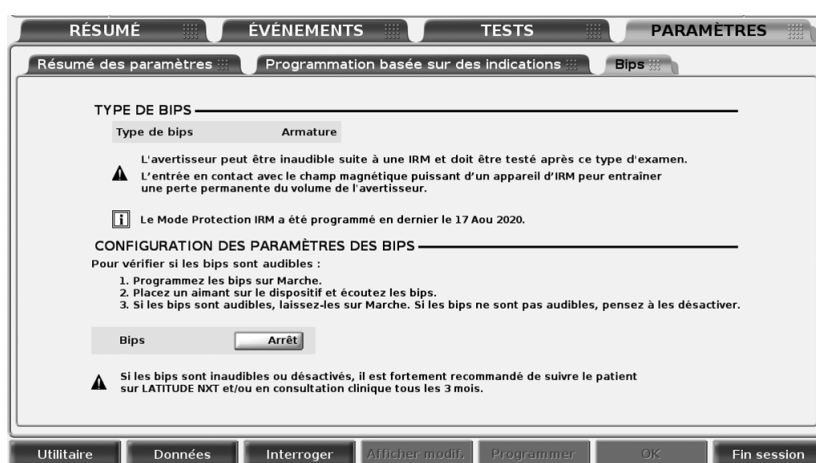

Figure 2-12. Ecran de configuration des paramètres du bipeur
- b. Les bips d'armature resteront réglés sur Arrêt à la sortie du mode Protection IRM. Après avoir quitté le mode de protection IRM, effectuez le test d'évaluation des bips (Figure 2-12 Ecran de configuration des paramètres du bipeur en page 2-14).